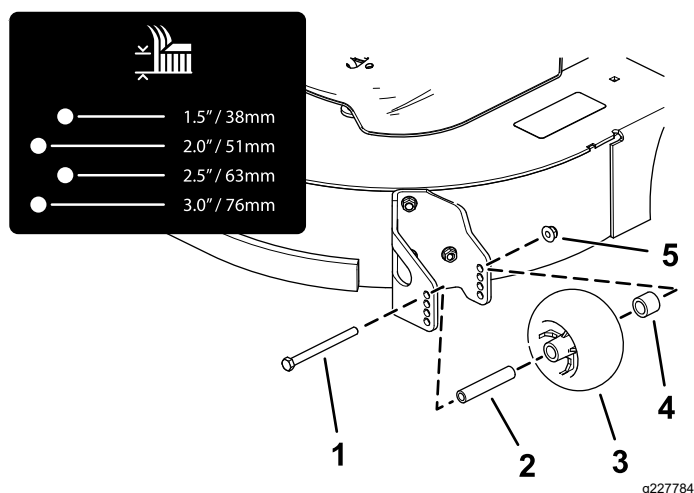
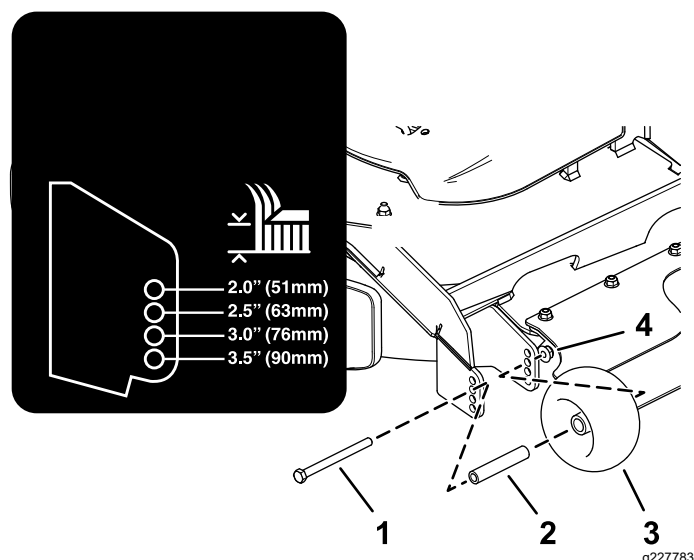

Figura 28
Figura 29
4. Ajuste los rodillos protectores del césped como se muestra en la Figura 26, la Figura 27, la Figura 28 y la Figura 29.